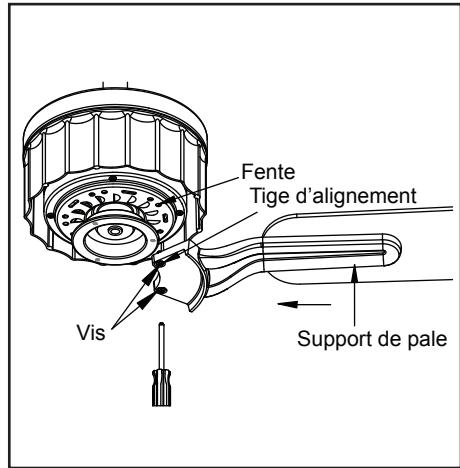

Figure 14
3. Fixez les pales au moteur en insérant la tige d'alignement dans la fente située au bas du moteur, puis en serrant les vis du moteur. Veuillez noter que les vis du moteur sont préinstallées sur les supports de pale (Figure 14).
2. La plupart des problèmes d'oscillation sont causés par la hauteur inégale des pales. Vérifiez la hauteur des pales en choisissant un point au plafond, au-dessus de l'extrémité de l'une des pales. Mesurez la distance entre un point au centre de chaque pale et ce point au plafond. Mesurez cette distance de la façon illustrée à la Figure 14. Faites tourner le ventilateur pour que la pale suivante soit en position pour la mesure. Répétez pour chaque pale. Les écarts de mesures devraient être inférieurs à 3,17 mm. Faites fonctionner le ventilateur pendant 10 minutes.